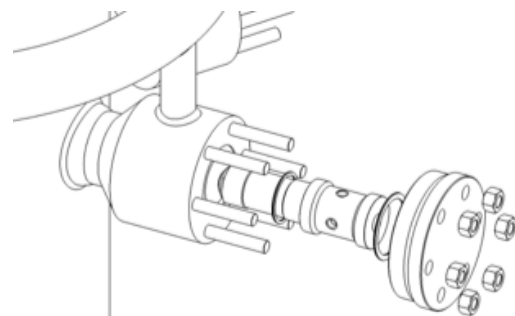

Figure 9 - Boîtier d'injecteur
1. Retirez les écrous de la bride d'injecteur du boîtier d'injecteur (figure 9).
10. Serrez les écrous au couple indiqué dans le plan d'assemblage de vanne et selon l'ordre de serrage indiqué à la figure 9 en au moins 6 étapes de serrage à couple égal (10 %, 20 %, 40 %, 60 %, 80 % et 100 % de la valeur indiquée) sauf mention contraire.